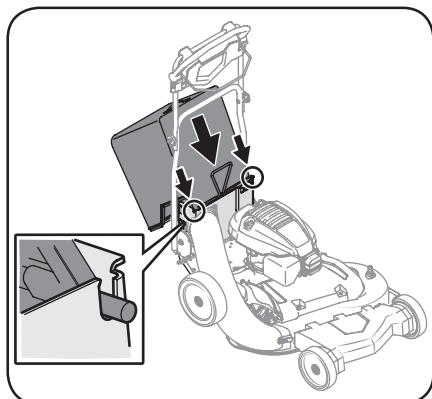

Figura 2-7
- c. Coloque el colector de césped dentro de las ranuras de la ménsula de soporte de descarga trasera. Consulte el recuadro de la Figura 2-7.